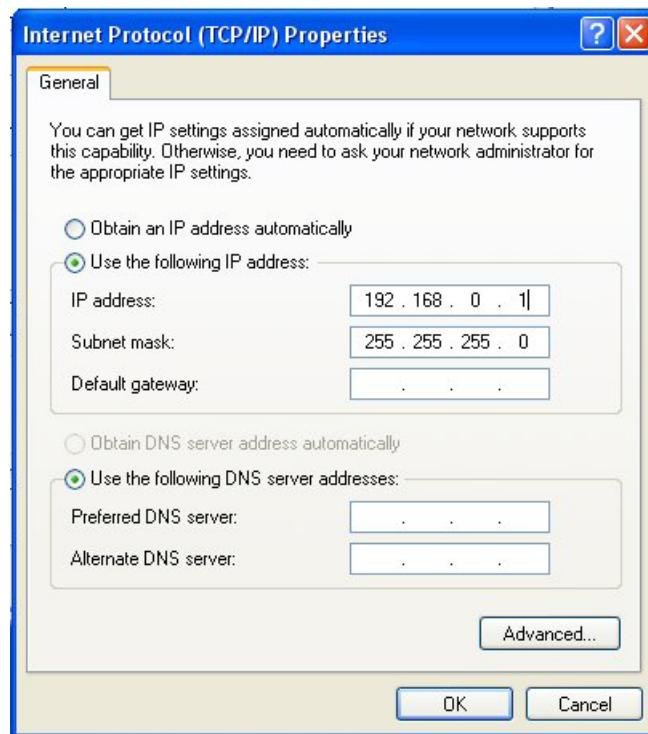

Рис. 7-9 Окно Протокол интернета (TCP/IP): Свойства (Windows XP)
7. В диалоговом окне **Internet Protocol (TCP/IP): Properties** (Протокол интернета TCP/IP: Свойства) отметьте **Use the following IP address** [Используйте следующий IP-адрес] (см. Рис. 7-9 на стр. 210).